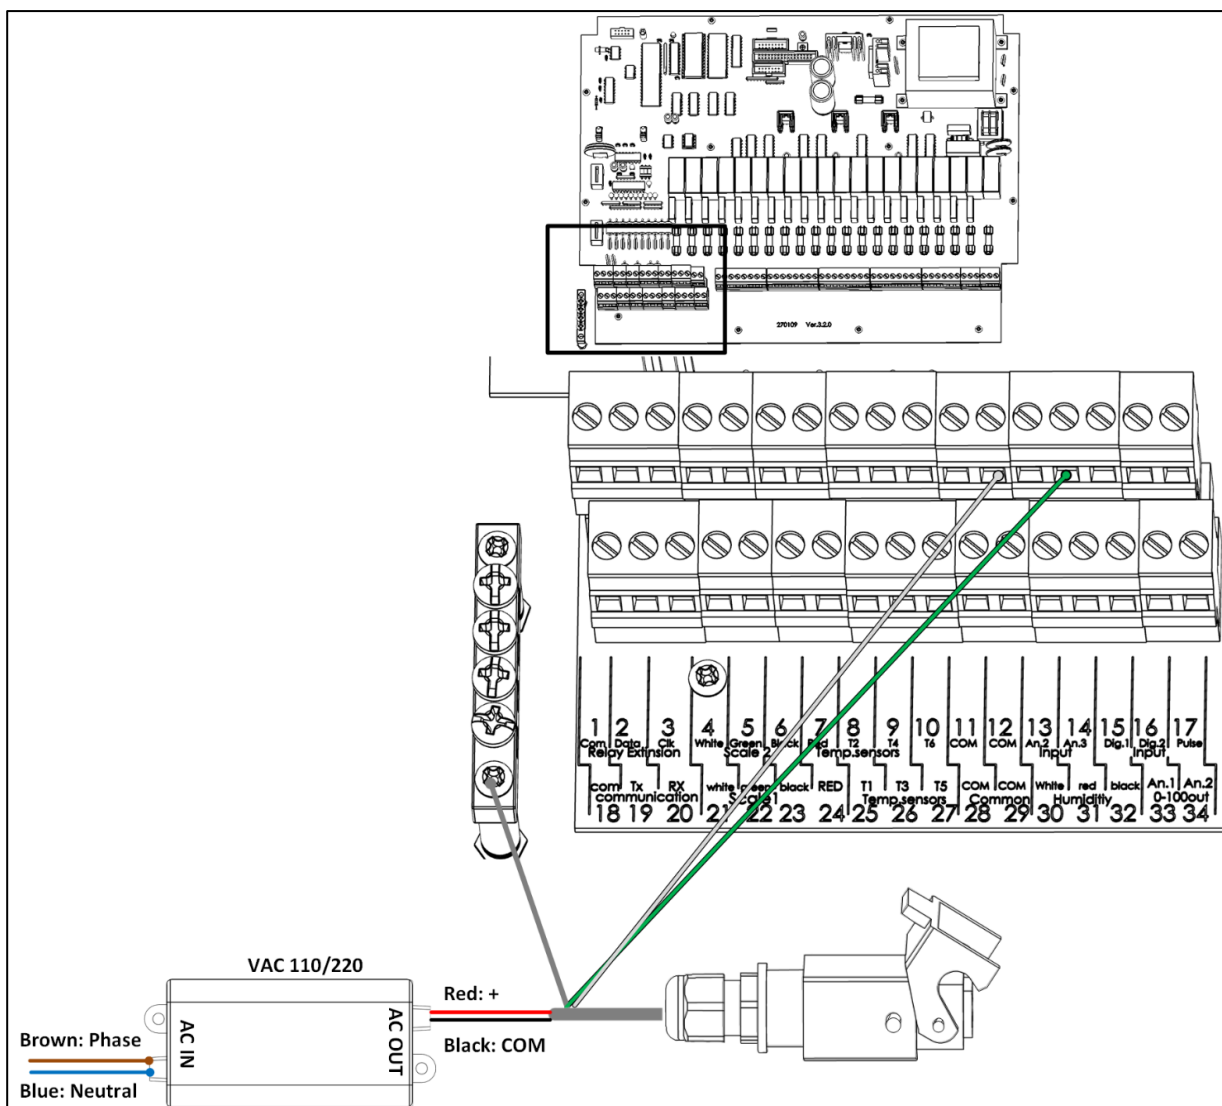

图 11: AC-2000 电源供应布线
- 在 CO2 传感器内，检测 J2 跳线是短接的。参阅图 11。